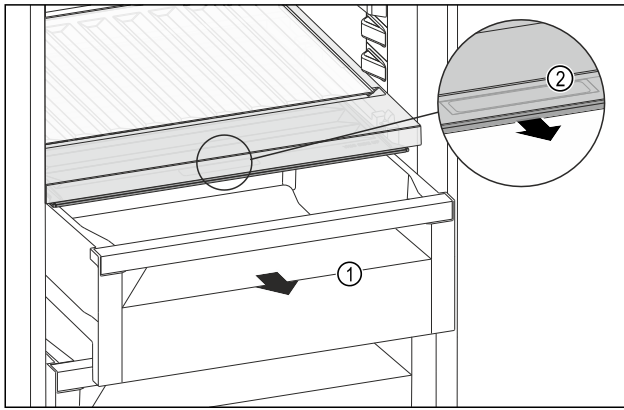

Fig. 120
- Schubfach Fig. 120 (1) herausziehen.
- Griffmulde Fig. 120 (2) am Fachdeckel anfassen und Fachdeckel gleichzeitig nach vorne ziehen.